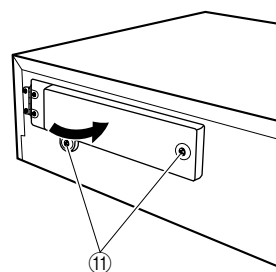

Fig. 14
- h. Close the HDD slot door and tighten the 2 screws (⑪) on the HDD slot door. (Fig. 14)
- h. HDDスロットドアを閉じて、⑪のネジ2本をしめます。(Fig. 14)